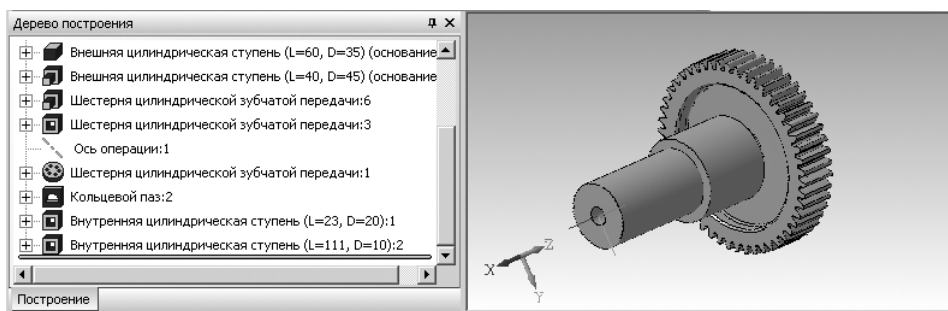

Рис. 3.97. Дерево построения и внутренняя цилиндрическая ступень трехмерной модели со стороны первой ступени
- щелкните на панели инструментов по кнопке  – **ОК**. Появится второй внутренний контур цилиндрической ступени трехмерной модели (рис. 3.97). Одновременно в **Дереве построения** появятся соответствующие ветви построенного элемента.